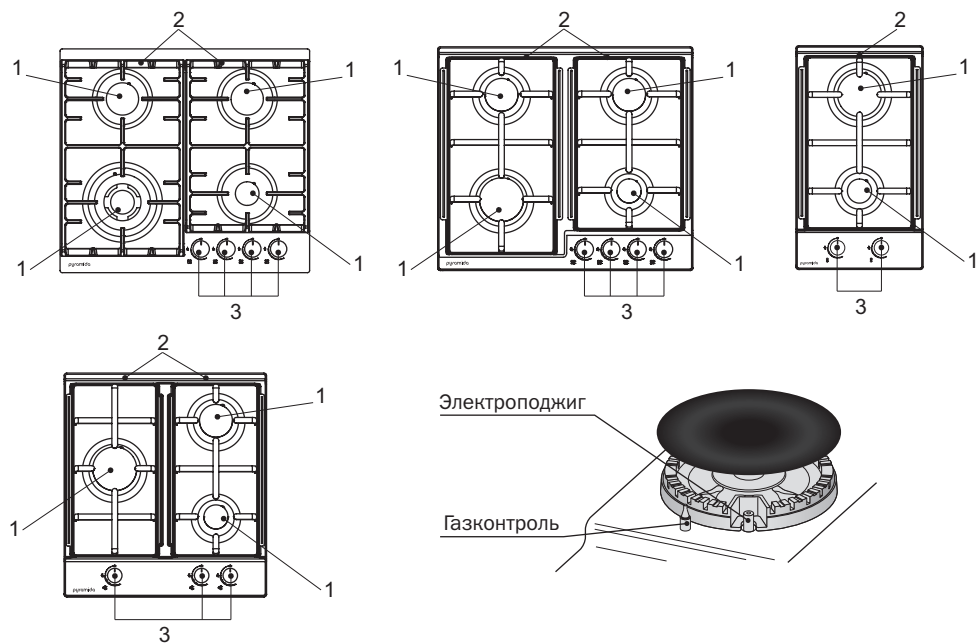

Рис. 11*
- Модели с электроподжигом (Рис. 11) оснащены специальными газовыми кранами с функцией электрического поджига. В этом случае символ электроподжига «☆» изображен около каждой ручки управления. Чтобы зажечь газовую горелку, нажмите на нужную ручку, и поворачивайте ее нажатой против часовой стрелки к позиции «Сильное пламя». Проходя символ «☆» активируется электроподжиг. Когда газовая горелка загорится, отпустите ручку.
- Включение газовой горелки с газконтролем (Рис. 11). Нажмите и поверните ручку, соответствующую выбранной газовой горелке, против часовой стрелки к позиции «Сильное пламя». Когда газовая горелка воспламенилась, удерживайте ручку нажатой примерно 5-10 секунд, чтобы пламя нагрело терморпару газконтроля. Если пламя погасло, когда Вы отпустили ручку, повторите всю операцию с начала.